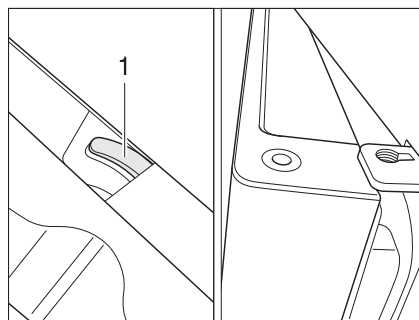

Fig. 140 Porte du réfrigérateur en position de ventilation (Dometic Série 7)
- Pousser le dispositif de verrouillage complètement vers la droite. La porte du réfrigérateur est fixée à l'aide de l'arrêt de porte (Fig. 140,1). La porte du réfrigérateur reste ainsi légèrement ouverte (Fig. 140).